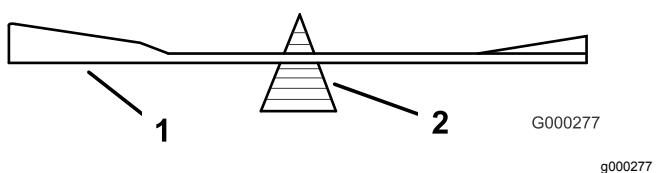

Figure 76
2. Vérifiez l'équilibre de la lame en la plaçant sur un équilibrEUR (Figure 76).